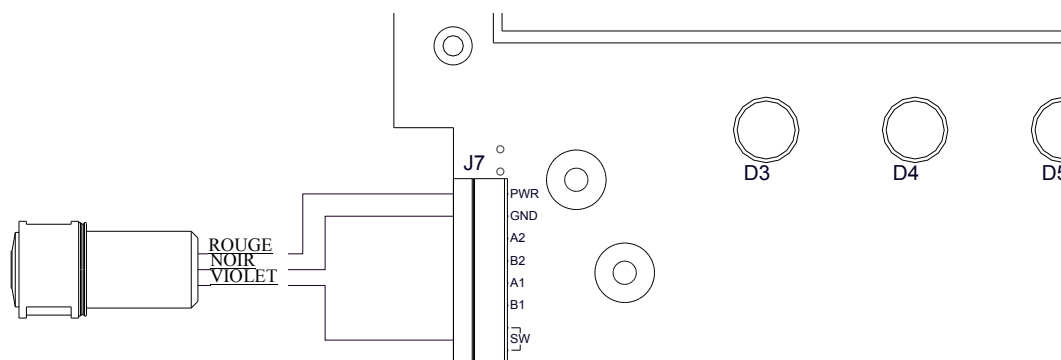

Figure 25 Connexions de l'interrupteur C1D1 Oldham
- c. Connectez le fil violet à la borne SW, juste à côté de la borne B1 (Figure 25).